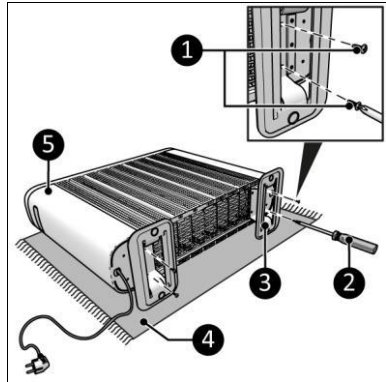

Abbildung 4
1. Legen Sie das Gerät auf eine stabile weiche Oberfläche (Abbildung 4, Pos. 4).
2. Platzieren Sie die Sockel (Abbildung 4, Pos. 3) an beide Seiten des Hauptkörpers (Abbildung 4, Pos. 5).
3. Schrauben Sie die Sockel mit zwei Schrauben (Abbildung 4, Pos. 1) mit einem Phillips Kreuzschlitzschraubendreher (Abbildung 4, Pos. 2) fest.